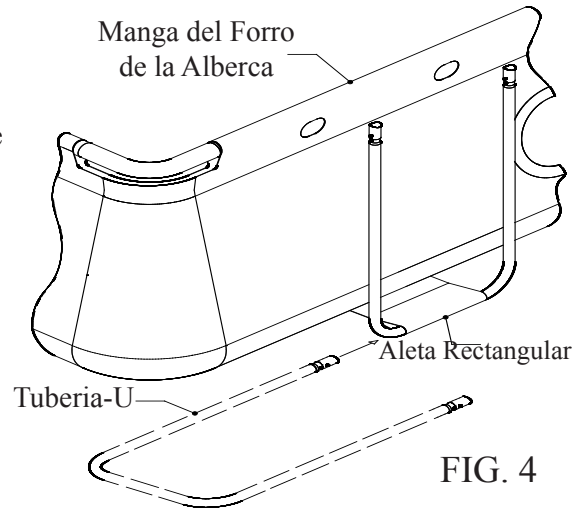

FIG. 4
- Ahora inserte las secciones de la tubería-U a través del extremo de cada aleta rectangular en la base de la alberca Fig. 4. **Nota: La escalera debe ensamblarse antes de levantar la pared para dar a los ayudantes libre acceso dentro y fuera, las instrucciones de ensamble para la escalera están con la escalera.**